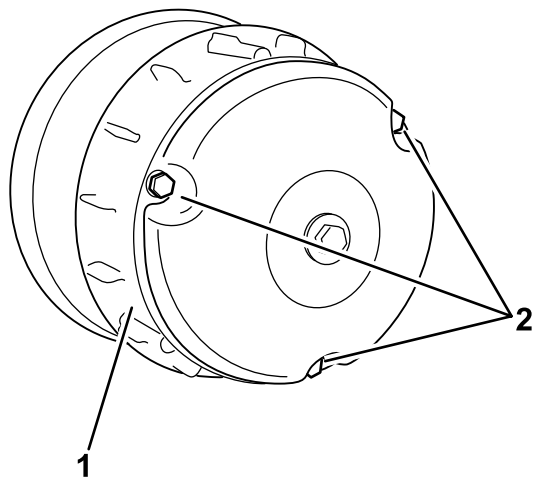

Bild 63
2. Entfernen Sie die drei Schrauben, mit denen die Abdeckung an der Kupplung befestigt ist, und nehmen Sie die Abdeckung ab (Bild 63).
4. Setzen Sie die Kupplungsabdeckung auf und befestigen Sie sie mit den drei in Schritt 2 entfernten Schrauben (Bild 63).